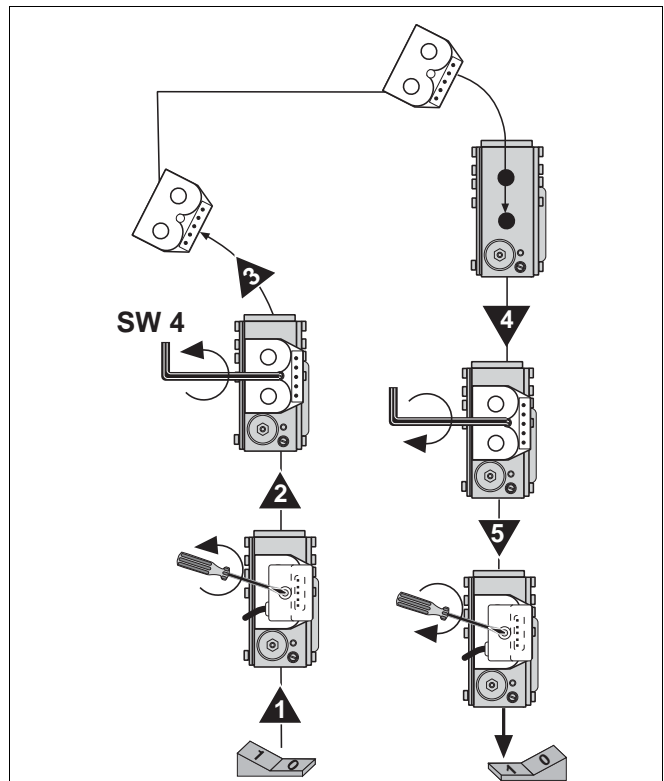

Рис. 40 Замена катушки электромагнита
- На газовой арматуре отверните винт на штекере и снимите штекер (рис. 40, **шаг 1**).
- Выверните крепежный винт магнита (рис. 40, **шаг 2**) (внутренний шестигранник 4 мм).
- Снимите старый магнит и установите новый (рис. 40, **шаг 3**).
- Установите и затяните винт (момент затяжки 1 Нм) (рис. 40, **шаг 4**).
- Вставьте соединительный штекер и затяните крепежный винт (рис. 40, **шаг 5**).